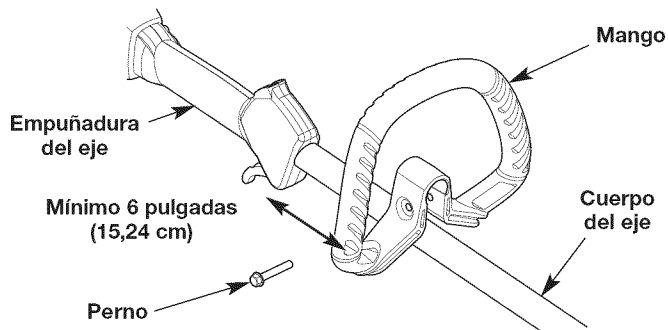

Fig. 2
1. Afloje el perno (Fig. 2).
2. Sin dejar de sujetar la unidad en posición de operación (Fig. 10), mueva el mango hasta el lugar que le dé el mejor agarre. Colóquelo a una distancia mínima de 6 pulgadas (15.24 cm) de la base de la empuñadura del eje (Fig. 2).